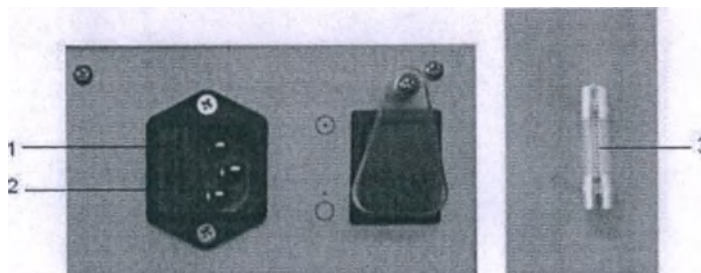

Рисунок 13-1
- Вставьте отвертку в паз (2) на конце блока предохранителей. Смотрите рисунок 13-1.
- Аккуратно извлеките держатель предохранителя (1).
- Извлеките плавкий предохранитель из держателя (3).